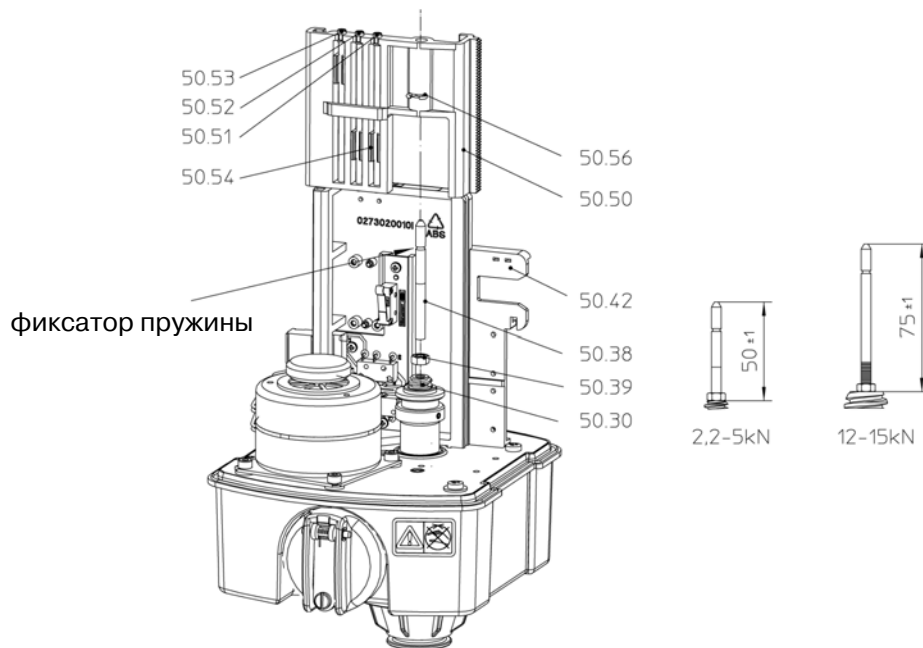

Рис. 13: Монтаж шпинделя, переключающей каретки
- Плоский штекер серого провода из кабеля потенциометра подключите к средним контактам, красный провод - к верхним контактам, а желтый - к нижним контактам потенциометра (рис. 13).